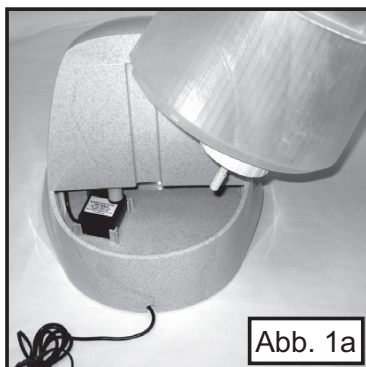

Abb. 1a
- 4) Heben Sie den Tank an und stellen Sie sicher, dass der Ansaugschlauch richtig in den Motor eingelegt wurde (Abb. 1a & 1b)